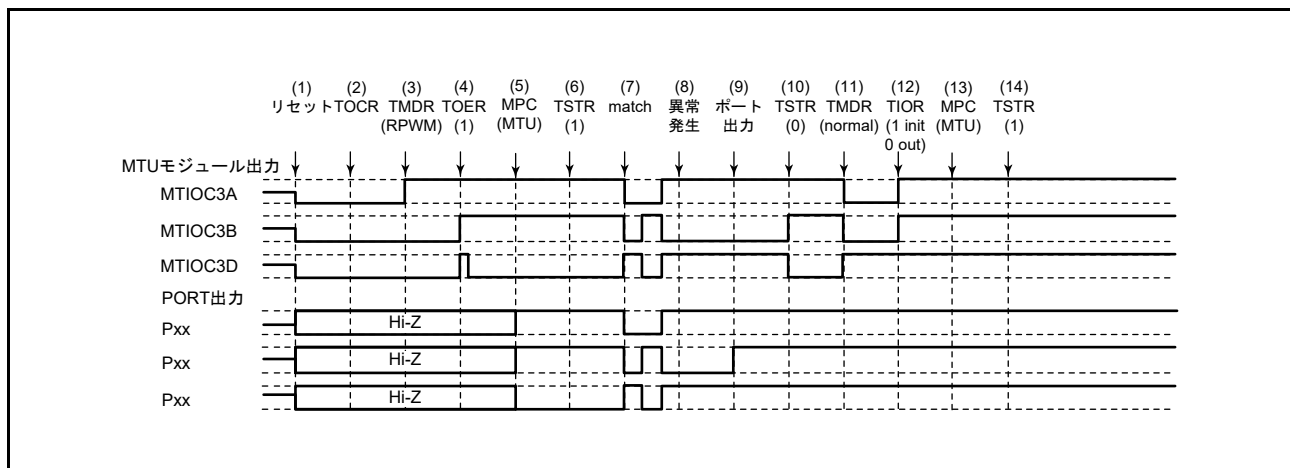

図 22.152 リセット同期 PWM モードで異常が発生し、ノーマルモードで復帰する場合
リセット同期 PWM モードで異常が発生し、再設定後ノーマルモードで再スタートする場合の説明図を図 22.152 に示します。
(1) ~ (10) は図 22.152 と共通です。
(11) PWM モード 1 を設定してください (MTU 出力は正相側が Low、逆相側が High となります)。
(12) TIOR レジスタで端子を初期化してください。なお、PWM モード 1 では MTIOCnB (MTIOCnD) 端子に波形が出力されません。出力すべきレベルがある場合は、I/O ポートのポート方向レジスタ (PDR)、ポート出力データレジスタ (PODR) で汎用出力ポートの設定をしてください。
(13) MPC と I/O ポートのポートモードレジスタ (PMR) で MTU 出力としてください。
(14) TSTR レジスタで再スタートします。
(28) リセット同期 PWM モードで動作中に異常が発生し、相補 PWM モードで再スタートする場合の動作
(1) ～ (10) は図 22.152 と共通です。
- (11) TOER レジスタで MTU3、MTU4 の出力を禁止してください。
- (12) TOCR レジスタで相補 PWM モードの出力レベルと周期出力の許可 / 禁止を選択してください。
- (13) 相補 PWM を設定します (MTU の周期出力端子は Low になります)。
- (14) TOER レジスタで MTU3、MTU4 の出力を許可してください。
- (15) MPC と I/O ポートのポートモードレジスタ (PMR) で MTU 出力としてください。
- (16) TSTR レジスタで再スタートします。
(29) リセット同期 PWM モードで動作中に異常が発生し、リセット同期 PWM モードで再スタートする場合の動作
(11) MPC と I/O ポートのポートモードレジスタ (PMR) で MTU 出力としてください。
(12) TSTR レジスタで再スタートします。
(13) コンペアマッチの発生によりリセット同期 PWM 波形を出力します。